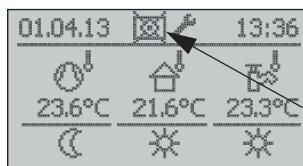

Bild 15-3
- i** Erfolgt die **Installation ohne Außengerät**, ist dieses auf dem Display durchgestrichen (Bild 15-3). Dieses Zeichen hat keinen Einfluss auf die Inbetriebnahme der Anlage.